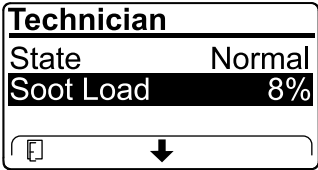

Figure 27
- Affichez la charge de suie mesurée dans le FAP sous forme d'un pourcentage (Figure 27) ; voir le tableau de charge de suie.